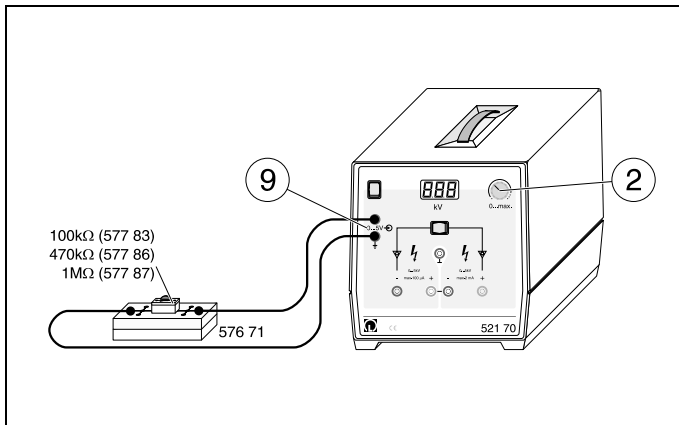

Fig. 3.1
- die empfindlich auf elektrische Felder reagieren, die der Experimentator verursacht ("Fernbedienung" der Hochspannung; s. Fig. 2, Fig. 3.1/2)
- which are sensitive to electrical fields caused by the experimenter ("remote control" of high voltage; see Fig. 2, Fig. 3.1/2)